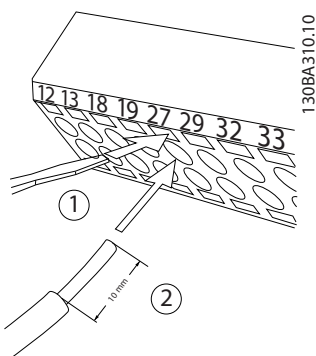

Ilustración 2.16 Conexión del cableado de control
1. Abra el contacto insertando un pequeño destornillador en la ranura situada encima o debajo del contacto, tal y como muestra la *Ilustración 2.16*.